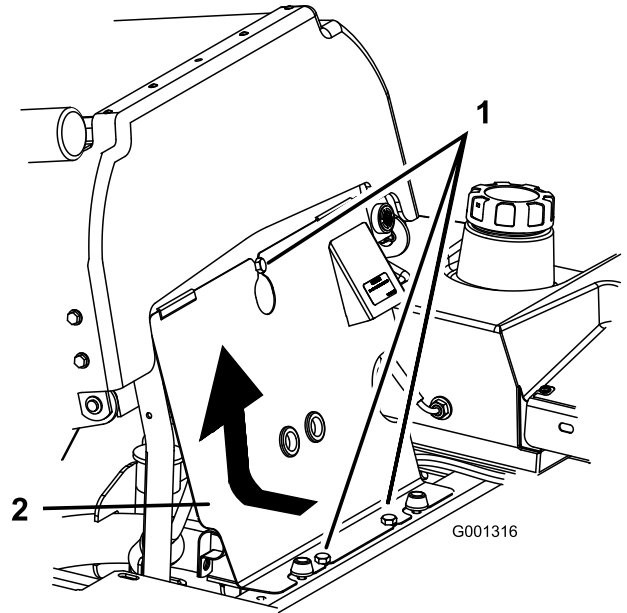

Figura 57
3. Incline el asiento hacia adelante, afloje los pernos y retire el panel delantero del motor (Figura 57).